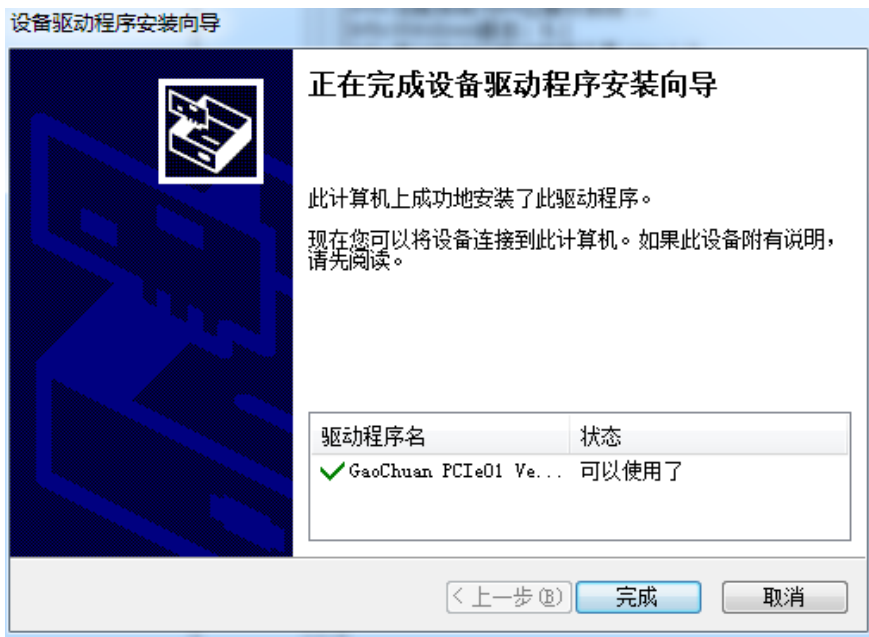

图 1.1.2 驱动安装完成
(2) 点击 Install(安装)->下一步->完成，如图 1.1.2 驱动安装完成：